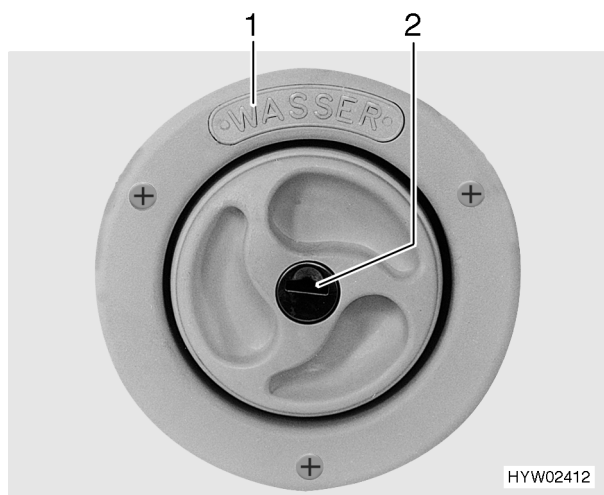

Bild 126 Verschlussdeckel für Frischwasser-Einfüllstutzen
Der Frischwasser-Einfüllstutzen ist durch den Schriftzug "Wasser" (Bild 126,1) gekennzeichnet. Der Verschlussdeckel wird mit dem Schlüssel für die Außenklappenschlösser geöffnet oder verschlossen.
- Schlüssel in Schließzylinder (Bild 126,2) stecken und eine viertel Umdrehung entgegen dem Uhrzeigersinn drehen.
- Schlüssel in Schließzylinder (Bild 126,2) stecken und eine viertel Umdrehung im Uhrzeigersinn drehen.
- Frischwasser-Einfüllstutzen (Bild 126) öffnen.